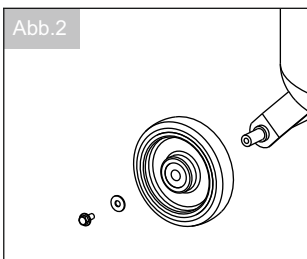

Abb. 2
- Stecken Sie die Vollgummiräder Pos. 10 auf die Achse, siehe Abb.2.